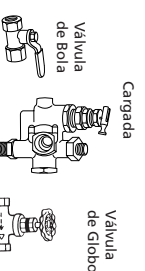

Figura 9
- Después de aproximadamente 30 minutos, coloque la palanca del descargador en la posición descargado y gire la perilla del regulador en sentido contrario al de las agujas del reloj (Vea la Figura 9). El compresor comenzará a suministrarle aire al tanque.